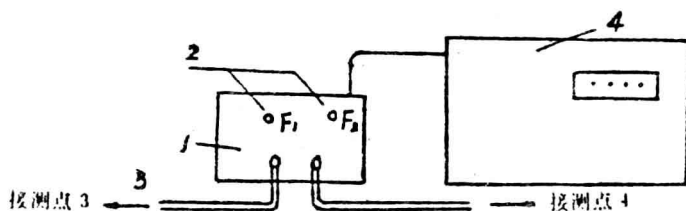

图 4.2
(3) 稳压筒 为了简化排气，并防止实验再进气，在传感器前连接由 2 只充水（不满顶）之密封立筒构成。
(4) 电测仪 由压力传感器和主机两部分组成。经由连通管将其接入测点（图 4.2）。压差读数（以米水柱为单位）通过主机显示（高压差时使用）。